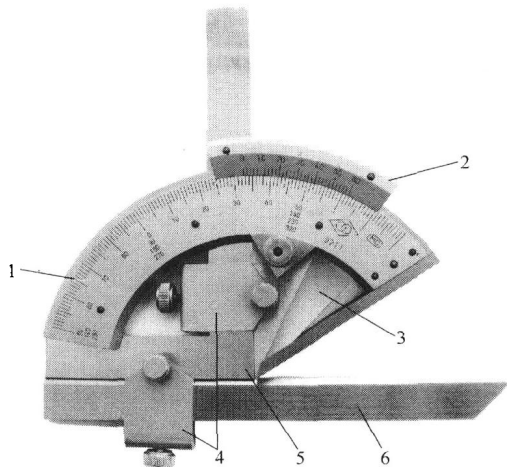

图 1-9 游标万能角度尺
(1) 游标万能角度尺的结构。游标万能角度尺的结构如图 1-9 所示，由尺身、扇形板